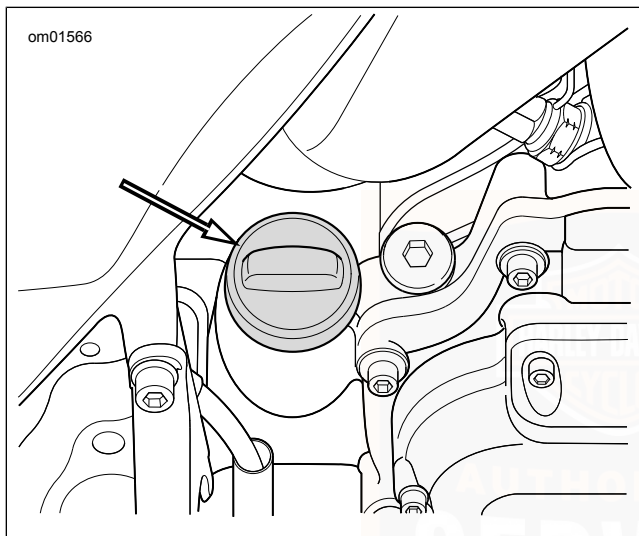

Figura 61. Tappo del rifornimento dell'olio motore
2. Vedere Figura 61 Verificare il livello dell'olio motore.
3. Vedere Figura 61 Controllare il livello dell'olio.